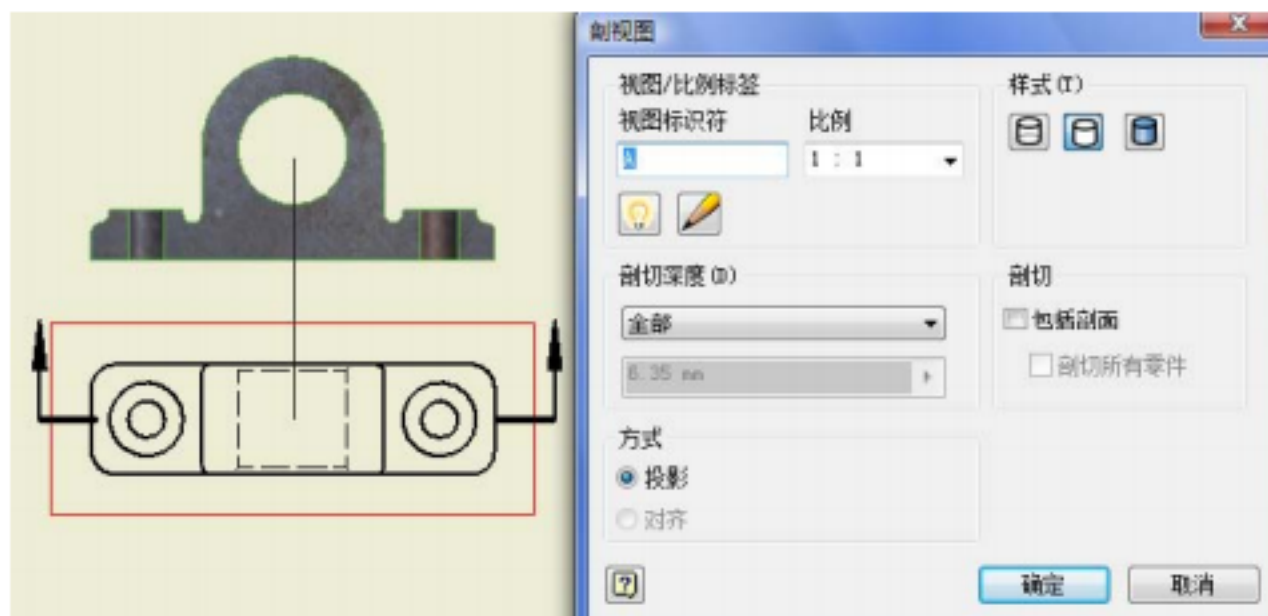

图5-15 “剖视图”对话框
4) 在上一步单击右键快捷菜单中的“继续”后, 在弹出的“剖视图”对话框中设置视图的名称、比例和显示样式, 如图5-15所示。